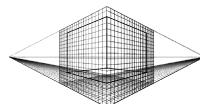

图 4-16 螺旋扫描操控板
- 1) 在“模型”选项卡中单击“扫描”下拉按钮 , 在弹出的快捷菜单中选择“螺旋扫描”命令, 系统弹出如图 4-16 所示的螺旋扫描操控板。